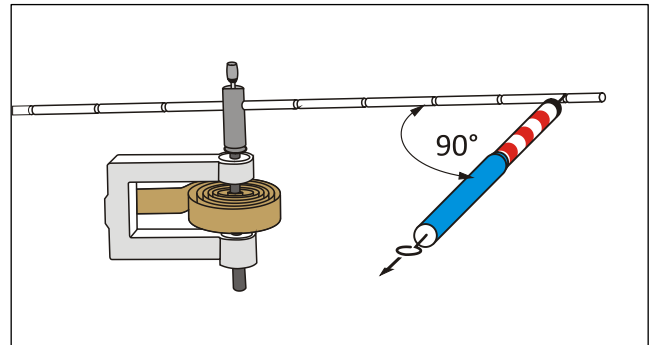

Bild 5: Aufbau Drillachse mit Stab
- Bestimmen Sie mit einem Federkraftmesser ($F_{max}=1\text{N}$) die Kräfte F in den Abständen r (10...30)cm, in **5cm-Schritten** (ausgehend von der Stabmitte), in dem Sie den Kraftmesser senkrecht am Stab ansetzen (siehe **Bild 5**).